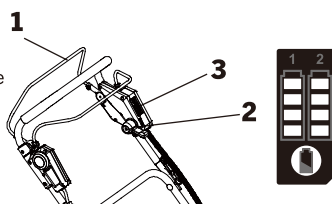

FIG. 12
1. Cette tondeuse à gazon est équipée d'une barre de commutation (1) (figure 12), qui est attachée à la caractéristique de propulsion automatique. La vitesse de marche automatique peut être réglée par (2) (figure 12) et une fois la vitesse de marche automatique réglée, il y aura un choix de vitesse variable de 2,1 à 4,7 KM/H.
Le niveau de charge des batteries est indiqué sur l'indicateur DEL de batterie (3) (Fig. 12).
4. Desserrez le boulon hexagonal dans le sens antihoraire à l'aide de la clé hexagonale fournie et retirez-le avec la rondelle et la lame (Fig. 12).